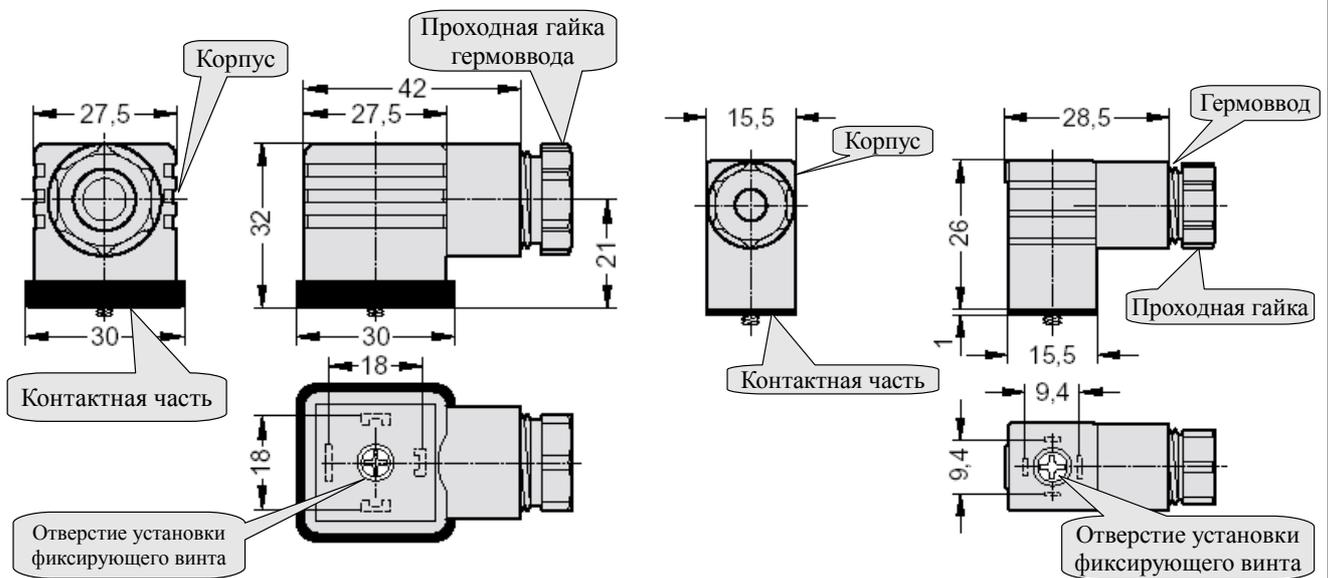
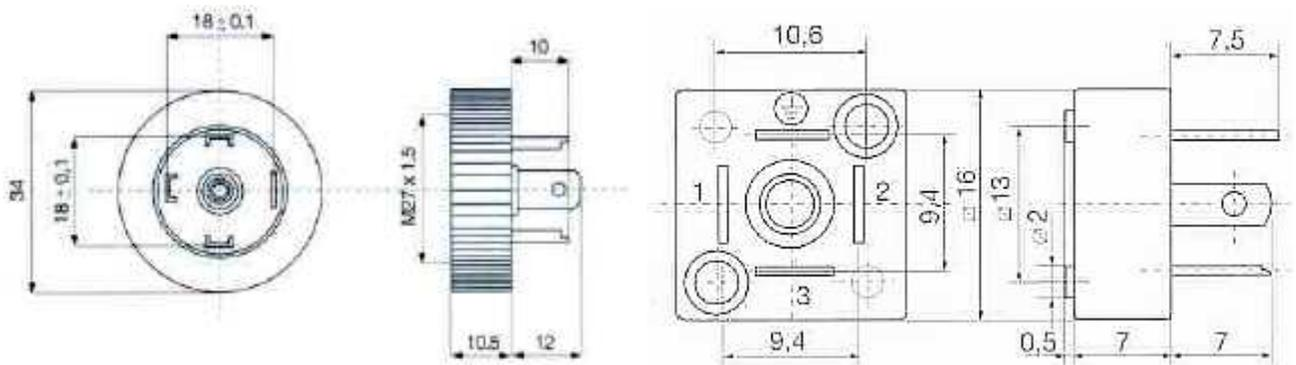

Рисунок 1 - Соединитель электрический DIN 43650 (ISO 4400)
Рисунок 2 - База для соединителя электрического DIN 43650 (ISO 4400)
- Отвернуть и вынуть фиксирующий винт электрического соединителя (**Рисунок 1**). Снять соединитель с базы (**Рисунок 2**) и выдвинуть его контактную часть, толкая хвостовик в отверстие установки фиксирующего винта.